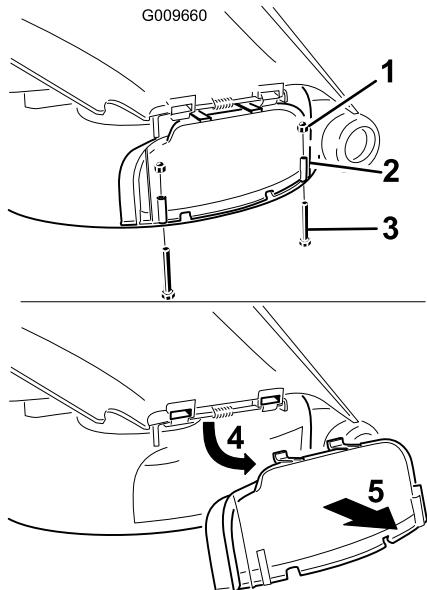

Figure 23
- Enlevez les 2 boulons et écrous qui fixent l'obturateur d'éjection au plateau de coupe (Figure 23).